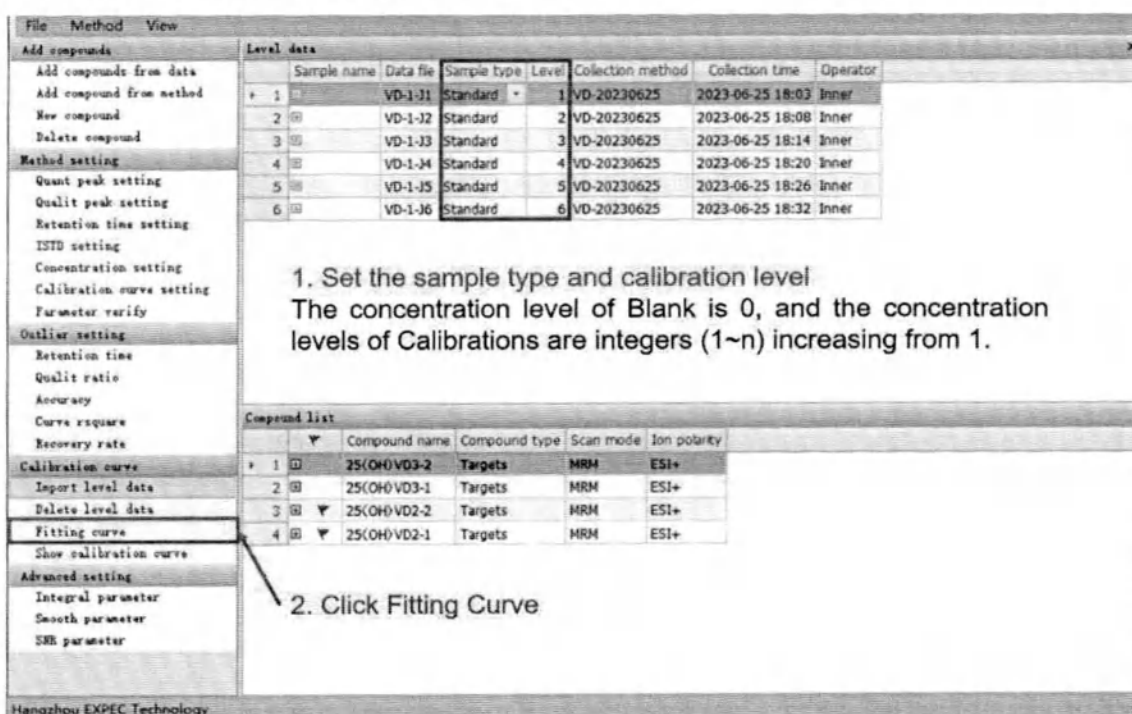

Рисунок 5.85. Интерфейс настройки кривой аппроксимации (метод внутреннего стандарта, общий вид).
- 13) Установите тип образца и уровень калибровки на странице данных уровня. Уровень концентрации холостой пробы равен 0, а уровень концентрации калибровочного образца является целым числом (1–n), увеличивающимся от 1. Чем ниже концентрация, тем меньше количество уровней. Наименьший калибровочный образец равен 1. Затем нажмите Fitting curve («Кривая аппроксимации»), после этого программа начнет аппроксимировать калибровочную кривую в соответствии с заданными параметрами метода (рисунок 5.85.).